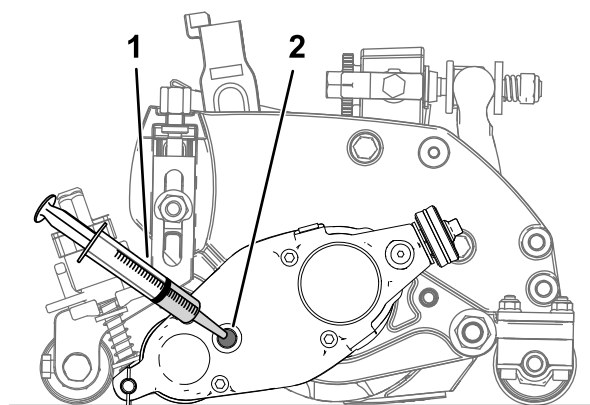

**Figura 26**
5. Inclinate verticalmente l'apparato di taglio fino a quando il foro di spurgo non si trova nella parte inferiore per garantire uno spurgo completo (Figura 26).